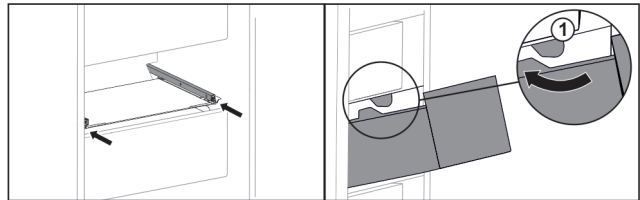

Fig. 160
- ▶ Juhtige sahtel ümber pidurite Fig. 160 (1).